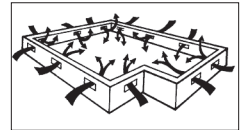

Figura 1
- Los sótanos bajos deben tener un mínimo de 18" (46 cm) desde el suelo a la parte inferior de las vigas. Es necesario cubrir el suelo con una película de polietileno negro de 6–20 mil que actuará como barrera de vapor, con las juntas espaciadas a seis pulgadas 6" (15 cm) y selladas con cinta adhesiva resistente a la humedad. El sótano bajo deberá tener una ventilación de perímetro igual al 1,5% de los pies cuadrados del sótano bajo, como mínimo. Estas aberturas de ventilación deberán estar debidamente ubicadas para promover la ventilación cruzada (Figura 1). De ser necesario, las normas locales prevalecerán.